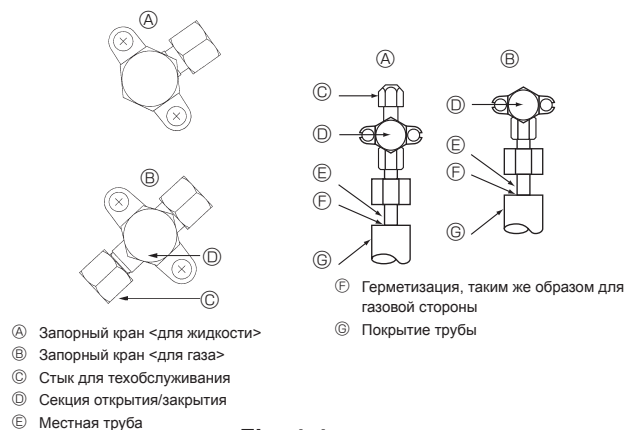

Fig. 4-4
4.4. Метод проверки герметичности трубопровода хладагента (Fig. 4-4)
- Если на этапах (2) или (3) наблюдается снижение давления, происходит утечка газа. Найдите источник утечки газа.